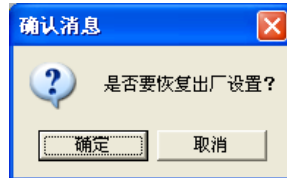

图 4.27 恢复出厂设置
- 2) 点击“恢复出厂设置”按钮 ，弹出恢复出厂设置对话框，如下图 4.27 所示：